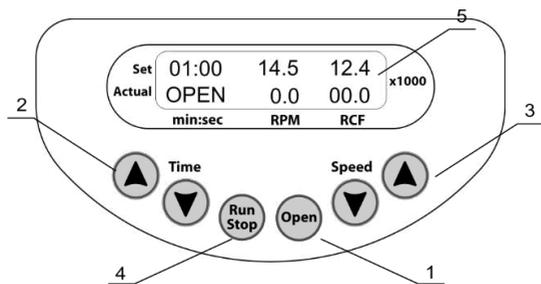
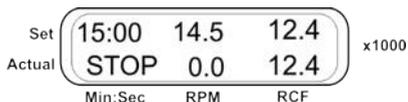
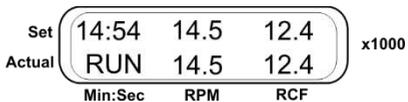

Рисунок 5. Панель управления
Рисунок 6. Дисплей остановленной центрифуги
Рисунок 7. Дисплей работающей центрифуги
- 5.3. Откройте внешнюю крышку, нажав на кнопку **Open** (рис. 5/1), и поднимите крышку рукой (в нижней строке дисплея появится индикация “OPEN”, см. рис. 5). Открыть крышку возможно только при остановленном роторе.
- 5.6. Установите крышку ротора, нажав на фиксатор крышки до упора, и закройте внешнюю крышку центрифуги до щелчка (в нижней строке дисплея появится индикация STOP, см. рис. 5).
- 5.7. Используя кнопки ▲ и ▼ **Time** (рис. 5/2), установите необходимый интервал времени в минутах.
- 5.8. Используя кнопки ▲ и ▼ **Speed** (рис. 5/3), установите необходимую скорость вращения или относительную центробежную силу, руководствуясь показаниями на дисплее (рис. 5/5). Эти параметры можно изменять и во время работы центрифуги.
- 5.9. Для запуска центрифуги нажмите кнопку **Run Stop** (рис. 5/4), при этом в нижней строке дисплея появится мигающая индикация RUN (см. рис. 7) и текущее значение скорости вращения. Таймер в верхней строке дисплея начинает отсчет времени по достижении установленной скорости (стабильная индикация RUN).
- 5.10. По истечении установленного интервала времени происходит остановка центрифуги и на дисплее отображается мигающая индикация STOP, сопровождаемая звуковым сигналом после полной остановки (см. рис. 6). Для прекращения сигнала нажмите кнопку **Run Stop** (рис. 5/4).
- Чтобы открыть центрифугу при включенном питании, нажмите кнопку OPEN (рис. 5/1) и поднимите внешнюю крышку.